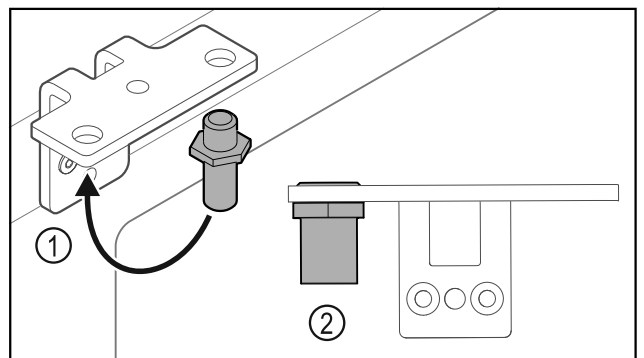

Fig. 31
- ▶ Sett om bolten Fig. 31 (1) i hengselvinkelen.
- ▶ Trekk til bolten Fig. 31 (2) med **et tiltrekkingmoment på 12 Nm**.